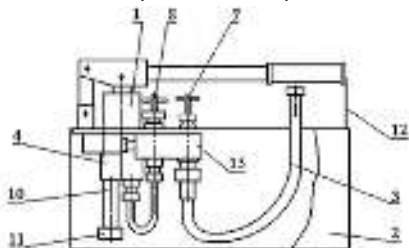
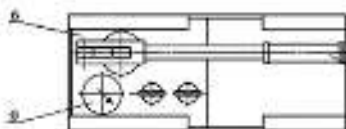
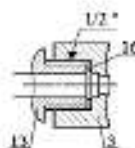

рис. 1
рис. 2
рис. 3
1.2 Основные узлы опрессовщика (плунжерный насос с ручкой, колодка вентилей, манометр) закреплены на полке из нержавеющей стали, в верхней части металлического бака. Насос (рис.1 поз.1) является рабочим органом опрессовщика. Из гидравлического цилиндра (рис.1 поз.4) вода под давлением, рукавом высокого давления подаётся в тестируемую гидравлическую систему. Давление в тестируемой гидросистеме контролируется манометром. Падение давления в закрытом контуре свидетельствуют о протечках. Их обнаружение осуществляется визуальным осмотром.
1.7 Общий вид опрессовщика представлен на рис. 1
Опрессовщик состоит из плунжерного насоса (рис.1 поз.1), который закреплён на полке (рис.1 поз.6) в верхней части бака (рис.1 поз.2). К нагнетательной полости насоса (рис.1 поз.1) подсоединён рукав высокого давления (рис.1 поз.3). Второй конец рукава высокого давления предназначен для непосредственного подсоединения к испытываемой гидравлической системе (рис.3 поз.14) через штуцер (рис.3 поз.13).
1.8 Вентиль (рис.1 поз.7) служит для закрывания и открывания отверстия для слива, а запорный вентиль (рис.1 поз.8) для закрытия испытываемой гидравлической системы под давлением, а так же в открытом состоянии служит как нагнетательный клапан. Манометр (рис.2 поз.9) служит для контроля давления в испытываемой гидравлической системе. На конце всасывающего патрубка (рис.1 поз.10) цилиндра (рис.1 поз.4) находятся всасывающий клапан и сетчатый фильтр, который фиксируется гайкой (рис.1 поз.11) и защищает всасывающий клапан от грязи.
1.9. Бак (рис.1 поз.2) служит для заливки рабочей жидкости (масла или воды).
На верхней части бака закреплена полка (рис.2 поз.6) насоса (рис.1 поз.1).
На противоположной торцевой стороне бака (рис.1 поз.2) имеется крючок (рис.1 поз.12) для фиксации ручки в нерабочем состоянии. Ручка одновременно служит для переноса опрессовщика.
2.3 Проверяйте и периодически очищайте фильтр всасывающего патрубка (рис.1 поз.10).
3.2 Проверьте подсоединение рукава (рис.1 поз.3) к насосу (рис.1 поз.1).
3.3 Заполните бак (рис.1 поз.2) рабочей жидкостью до верхней части всасывающего патрубка (рис.1 поз.10).
3.4 Закройте вентиль (рис.1 поз.7) и откройте вентиль (рис.1 поз.8) на 2-3 оборота.
3.5 Поднимите выходную часть рукава (рис.1 поз.3) и залейте в него жидкость. Для удаления воздуха из гидравлической системы насоса сделайте пробное закачивание воды, при этом воздух из гидросистемы будет выходить через рукав.
3.8 Подсоедините рукав (рис.1 поз.3) к испытываемой гидравлической системе, в которой должен быть установлен штуцер (рис.3 поз.13) с ответной частью для подсоединения рукава
(рис.1 поз.3).
Для уплотнения используются прокладки (рис.3 поз.16) из резины, обожжённой меди или фторопласта.
3.11 Закройте запорный вентиль (рис.1 поз.8) до окончания проведения испытаний.
3.12 После проведения испытаний медленно откройте вентиль (рис.1 поз.7) для сбрасывания давления, при этом жидкость будет поступать обратно в бак. Как только давление в гидросистеме упадёт, закройте вентиль соединяющий опрессовщик с гидросистемой, чтобы исключить попадание в клапаны опрессовщика посторонних частиц при сливе.
3.13 Отсоедините рукав (рис.1 поз.3) от испытываемой системы.
4.2 Периодически проверяйте и очищайте фильтр от грязи на всасывающем патрубке (рис.1 поз.10).
- Слейте воду из нагнетательной полости, открыв вентиль (рис.1 поз.8) и опустив шланг (рис.1 поз.3) в бак (рис.1 поз.2), а затем из бака (рис.1 поз.2), наклонив его;
- Залейте в бак машинного масла на 25-30 мм выше нижнего края всасывающего патрубка (рис.1 поз.10);
- Прокачайте насос (рис.1 поз.1) вхолостую для удаления воды из внутренних полостей насоса;